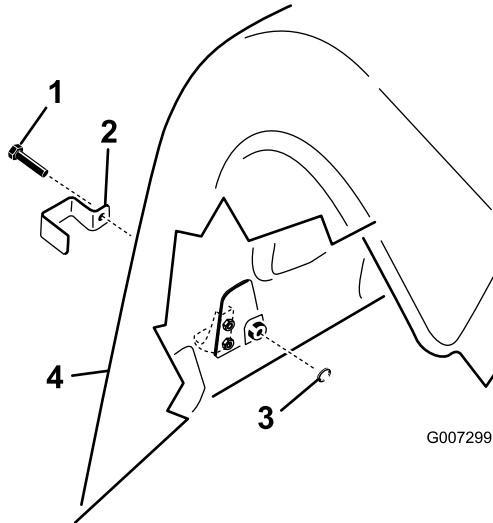

Figura 18
1. En el modelo ProCore 864, instale un soporte de enganche sobre los enganches del capó superior e inferior trasero derecho e izquierdo con un perno de rosca (4 en total); consulte Figura 18.
2. En el modelo ProCore 1298, instale un soporte de enganche sobre todos los enganches del capó inferior trasero y el enganche del capó superior exterior en las cubiertas derecha e izquierda con un perno de rosca (3 por cabezal de perforación, 6 en total); consulte Figura 18.
3. Usando un alicate o una llave inglesa ajustable, enrosque una arandela de freno con dientes internos sobre cada perno (1-2 vueltas) para sujetar el enganche (Figura 18).